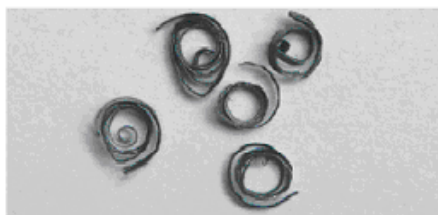

Figure 2
- Des copeaux épais et/ou bleus signalent une sollicitation trop forte de la fraise scie (fig.2).